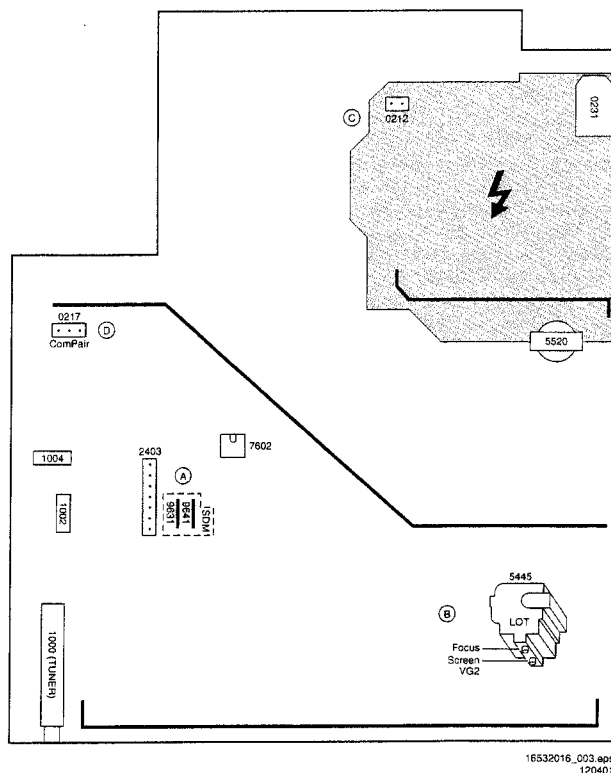

Abbildung 8-1
10. Die Kathode mit dem höchsten Gleichspannungswert V_{DC} für die Einstellung auswählen. Die Sperrpunktspannung V_{CUTOFF} dieses Elektronenkanonenstroms mit dem SCREEN-Potentiometer auf dem LOT (siehe Abb. 8-1) auf den korrekten Wert (siehe Tabelle unten) einstellen.
3. Das FOCUS-Potentiometer (siehe Abb. 8-1) so einstellen, dass die senkrechten Linien bei 2/3 von Ost und West in Höhe der Mittellinie die minimale Breite aufweisen, ohne dass eine Trübung sichtbar ist.